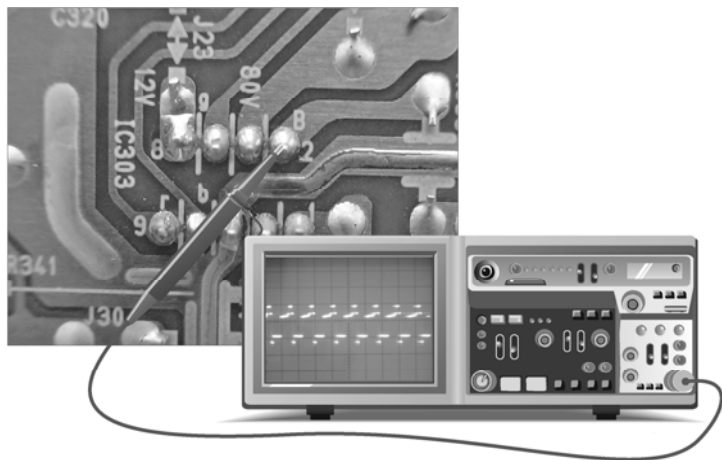

图 2-46 B 输出信号的检测
将示波器探头放到②脚上(引脚下方有 B 标识),对 B 输出信号进行检测,具体操作及测试波形如图 2-46 所示。这个信号的幅值较大,大约为 25 V。